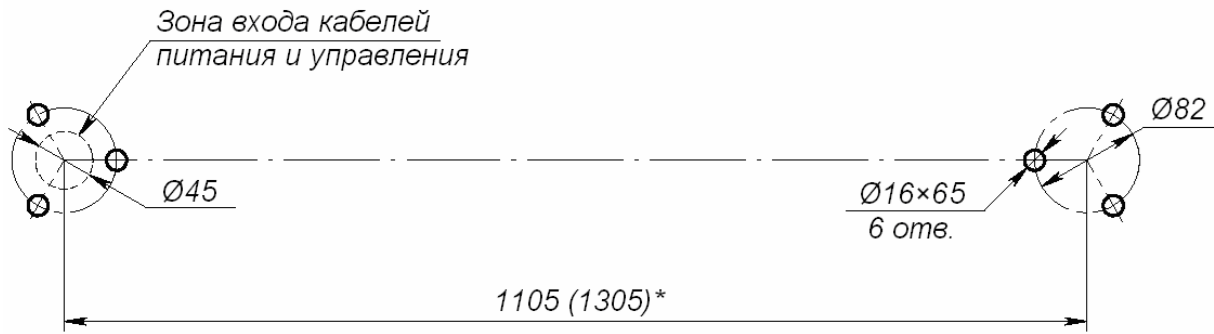

Рисунок 13. Расположение отверстий под анкерные болты во фланцах стоек поворотных секций ограждения¹
1. Разметьте центры установки стоек секции ограждения. Для нормальной работы электромагнитного УБ необходимо обеспечить расстояние между стойками 1105±2 мм – для секции ограждения с шириной прохода 1 м и 1305±2 мм – для секции ограждения с шириной прохода 1,2 м (см. рис. 13 и табл. 4).
3. Подготовьте в полу кабельный канал для проводов цепи питания и управления (см. рис. 13).